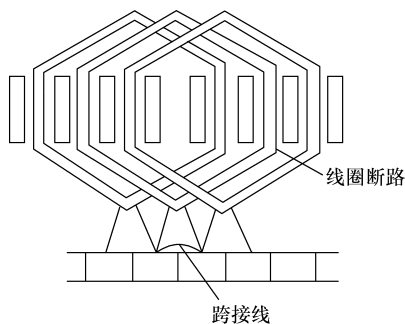

图 2-15 跨接方法
4) 如果断路处难以找到, 也就是说, 线头可能断在铁心槽内。如果只有一根导线断路, 则可根据图 2-15 所示的方法来跨接: 将断路导线的一只线圈在相邻的换向器铜片中跨接一根短路铜线, 或在换向器铜片上直接短路即可。